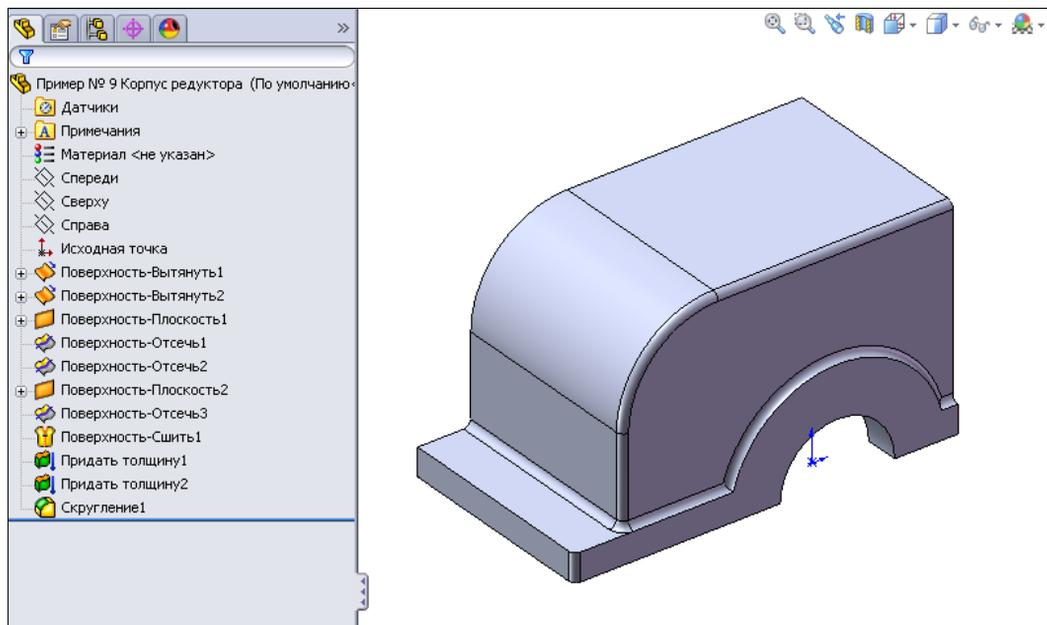

Рис. 2.114
23. Нажмем кнопку **ОК**  и получим четверть корпуса редуктора (рис. 2.114).